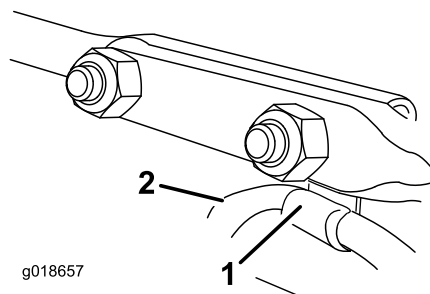

Рисунок 17
6. Установите зажим, который поддерживает тросик дефлектора, под головку переднего каретного болта и закрепите болты контргайками из комплекта крепежных деталей (Рисунок 17).